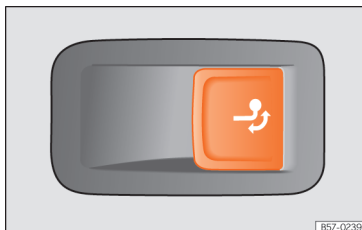

Fig. 203 No lado direito da bagageira: botão para desbloquear o gancho de reboque.
- Puxe o botão » » » Fig. 203 de forma breve. O gancho de reboque desbloqueia-se eletricamente e roda-se automaticamente para fora. A luz de controlo do botão pisca.
- Puxe o botão » » » Fig. 203 de forma breve. O gancho de reboque desbloqueia-se eletricamente.
- Se o aviso de controlo do botão » » » Fig. 203 → piscar, significa que o gancho de reboque ainda não encaixou corretamente ou está danificado » » » ⚠.
- Se a luz de controlo » » » Fig. 203 → permanecer acesa com a porta da bagageira aberta, o gancho de reboque está corretamente encaixado, tanto quando está retirado como quando está oculto.
- Não pressione nunca o botão » » » Fig. 203 quando tiver um reboque engatado ou estiver montado um porta-bagagens ou outros acessórios sobre o gancho de reboque.